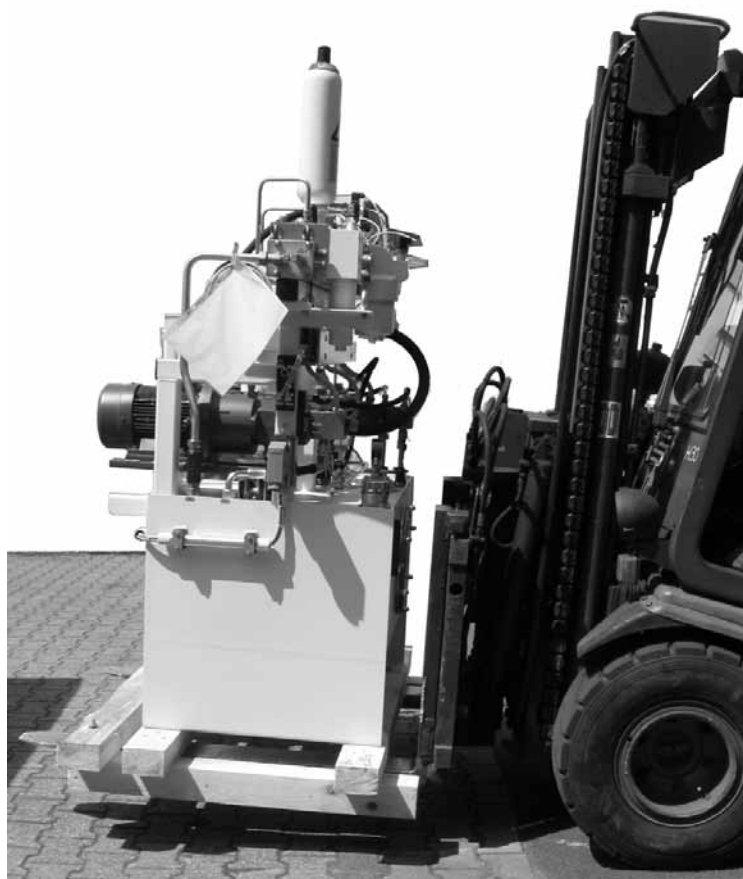

図 4: フォークリフトを使用した運搬
- ▶ 油圧パワーユニットの構成部品が運搬中に付属装置や持ち上げ装置などに接触しないことを確認してください(図 4 を参照)。